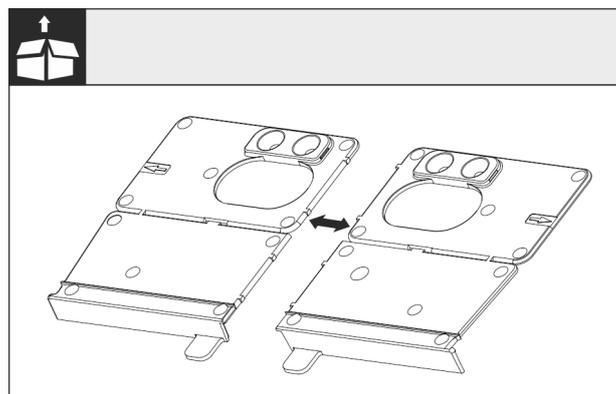

Fig. 24
► Separare l'angolare di montaggio della base Fig. 24 () lungo la perforazione.